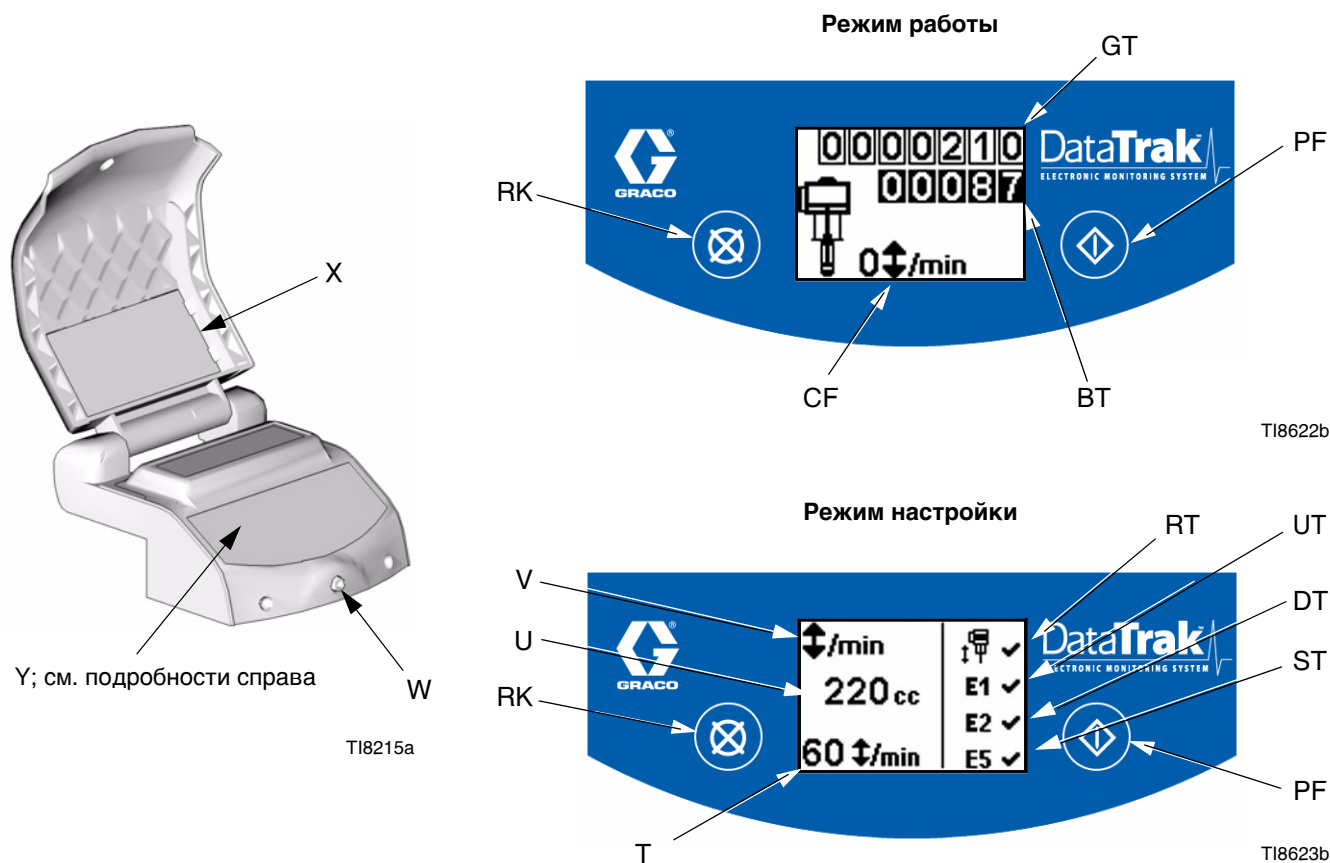

Рис. 3. Органы управления и индикаторы модуля DataTrak
Список обозначений к Рис. 3
1. См. Рис. 3. Нажмите и удерживайте  в течение 5 секунд, пока не покажется меню Setup (Настройка).
Во время разгона, опции ошибки E1, E2 и E5 разрешены, и на дисплее настройки появится символ 3. См. Рис. 3.
1. См. Рис. 3. Если возникает разгон насоса, то разгонный соленоид будет активирован, и остановит насос. Светодиод (W) будет мигать, и на дисплее (Y) будет показано состояние разгона (см. Таблица 1).
2. Для сброса монитора разгона в исходное состояние, закройте главный воздушный клапан (B). Дождитесь, пока воздух полностью не будет стравлен из пневматического двигателя, прежде чем переходить к шагу 3. Вид дисплея изменится для показа изображения, приведенного ниже.
4. Откройте главный воздушный клапан (B) для перезапуска насоса.
Для блокировки мониторинга разгона перейдите в режим настройки и установите значение разгона равным 0 (нуль) или переключите (RT) в положение Off (Выкл)  (см. Рис. 3).
1. См. Рис. 3. Для ввода режима заливки/промывки нажмите любую кнопку для включения дисплея, а затем нажмите . На дисплее появится символ заливки/промывки и светодиод начнет мигать
См. Рис. 3. Последний разряд счетчика-сумматора партий продукции (BT) представляет десятки галлонов или литров. Для обнуления счетчика-сумматора нажмите любую кнопку для включения дисплея, а затем нажмите и удерживайте  в течение 3 секунд.
См. Рис. 3. Дисплей (Y) переключится через 1 минуту неактивности в режиме работы или через 3 минуты в режиме настройки. Нажмите любую кнопку для включения дисплея.
Модуль DataTrak может диагностировать некоторые проблемы с насосом. Если монитор обнаруживает проблему, то светодиод (W, Рис. 3) будет мигать и на дисплее появится диагностический код. См. Таблица 1.